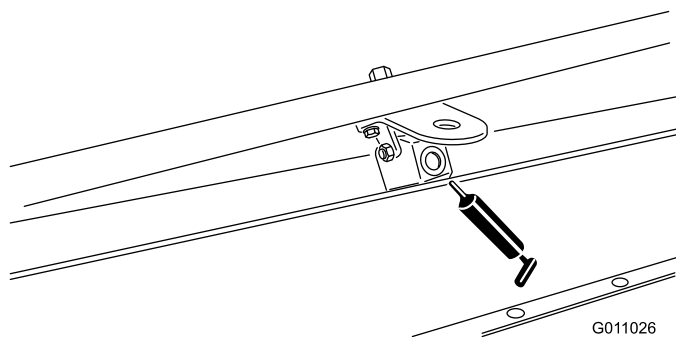

Figura 30
- Pivote del cepillo (2) (Figura 30).